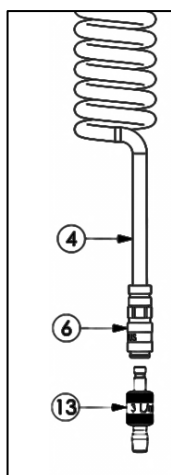

Fig. 4
En caso de no poder utilizar el equipo OXYMO (7), se pueden utilizar los reguladores OXYMO P-15 (1) y OXYMO P-15 MICRO (10) para suministrar un flujo continuo de 3 L/min mediante el adaptador (13) (Ver Fig. 4) al cual se conecta directamente la gafa nasal.
In case of failure of the OXYMO (7), you can use the regulators OXYMO P-15 (1) and OXYMO P-15 MICRO (10) for supplying a continuous flow of 3 L/min with the adapter (13) (See Fig. 4), which is connected directly to the nasal cannula.